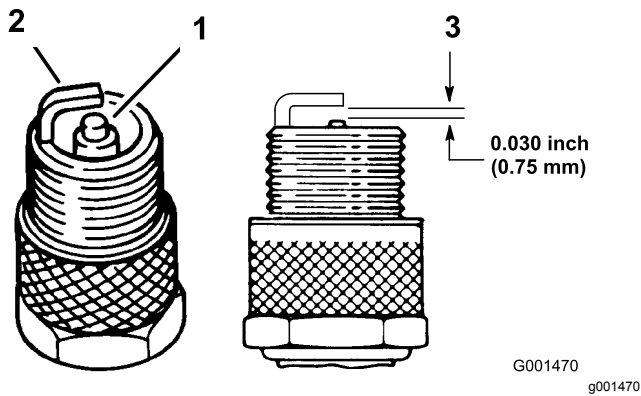

Рисунок 26
1. Осмотрите середину каждой свечи зажигания (Рисунок 26). Наличие на изоляторе светло-коричневого или серого налета говорит о том, что двигатель работает должным образом. Черный налет на изоляторе обычно означает, что загрязнен воздухоочиститель.
3. Проверьте зазор между центральным и боковым электродами (Рисунок 26). Если зазор неправильный, отогните боковой электрод (Рисунок 26).
Примечание: Убедитесь, что зазор выставлен правильно (Рисунок 26).
3. Присоедините провода к свечам зажигания (Рисунок 26).